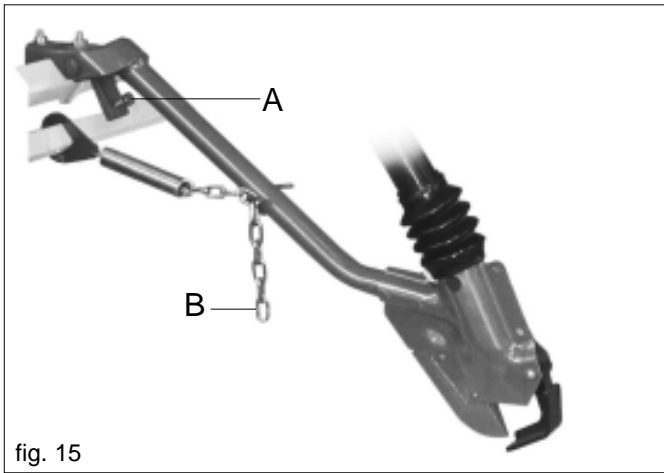
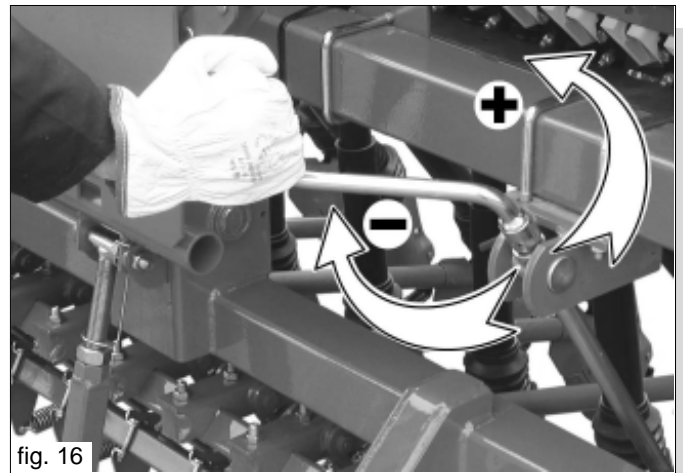
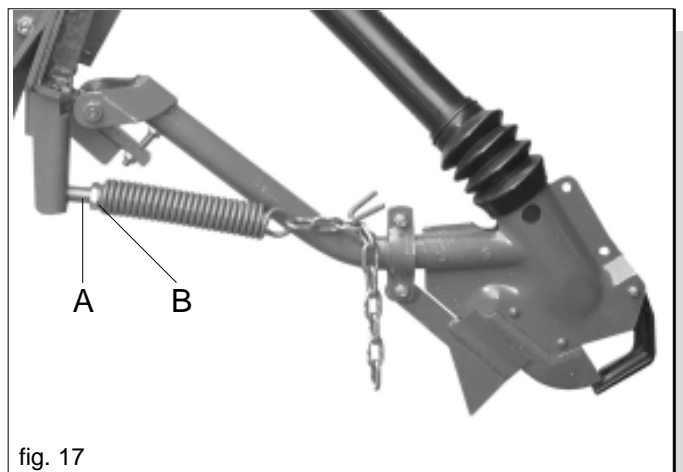
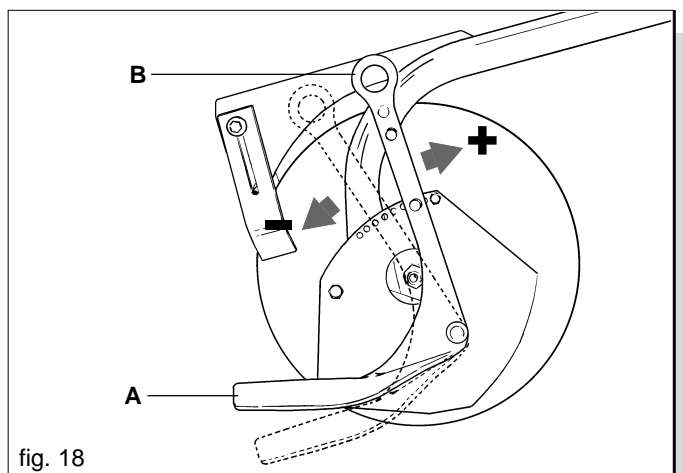

fig. 15
fig. 16
fig. 17
fig. 18
Die Sätiefe wird durch die Einstellschraube (Abb. 15 Ref. A) bestimmt: Die Mutter lockern und die Schraube drehen, um die Sätiefe zu ändern. Die Mutter wieder festschrauben, um die Einstellschraube zu blockieren. Je nach Beschaffenheit des zu besäenden Bodens kann der Druck der Scharr-elementfedern mit der Kurbel (Abb. 16) erhöht (+) oder verringert (-) werden. Der Druck der einzelnen Scharr-elemente kann auch durch Einwirken auf die Federn durch Ändern der Position der Kettenringe eingestellt werden (Abb. 15 Ref. B). Bei den äußeren Reihen wird der Druck erhöht oder reduziert, indem die Einstellschraube (A Abb. 17) eingestellt und mit der Mutter (B) blockiert wird.
Die Tiefe wird nur bei Scheibenscharren durch die Kufe (A Abb. 18) reguliert, den man über den Hebel (B Fig. 18) verstellt. Je nach Beschaffenheit des zu besäenden Bodens kann der Druck der Scharr-elementfedern mit der Kurbel (Abb. 16) erhöht (+) oder verringert (-) werden. Der Druck der einzelnen Scharr-elemente kann auch durch Einwirken auf die Federn durch Ändern der Position der Kettenringe eingestellt werden (Abb. 15 Ref. B).